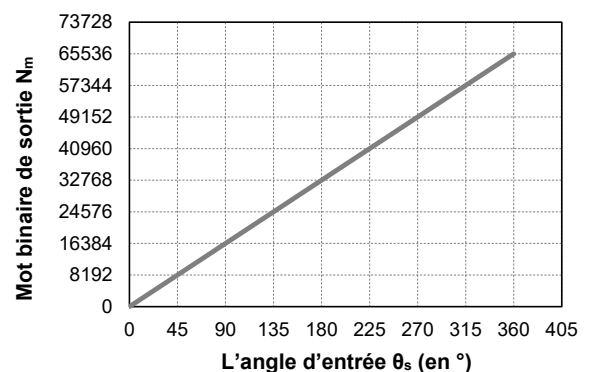

Figure 1 : caractéristique du capteur
- Question 4 : En vous basant sur les **figures 1 et 2**, exprimer $N_m(p)$ en fonction K_{cp} et $\theta_s(p)$. Puis, à partir de la caractéristique fournie, déterminer la valeur du gain K_{cp} ($K_{cp} = \frac{dN_m}{d\theta_s}$).